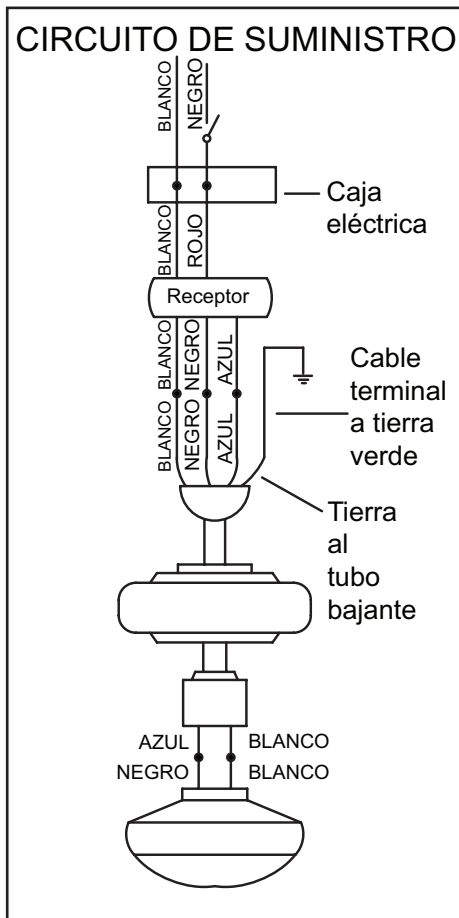

Figura 11
1. Conecta el conductor a tierra del cable de 120 voltios (puede ser un cable desnudo o un cable con aislante verde) al (los) cable(s) terminal(es) a tierra verde(s) del ventilador (Figura 11).